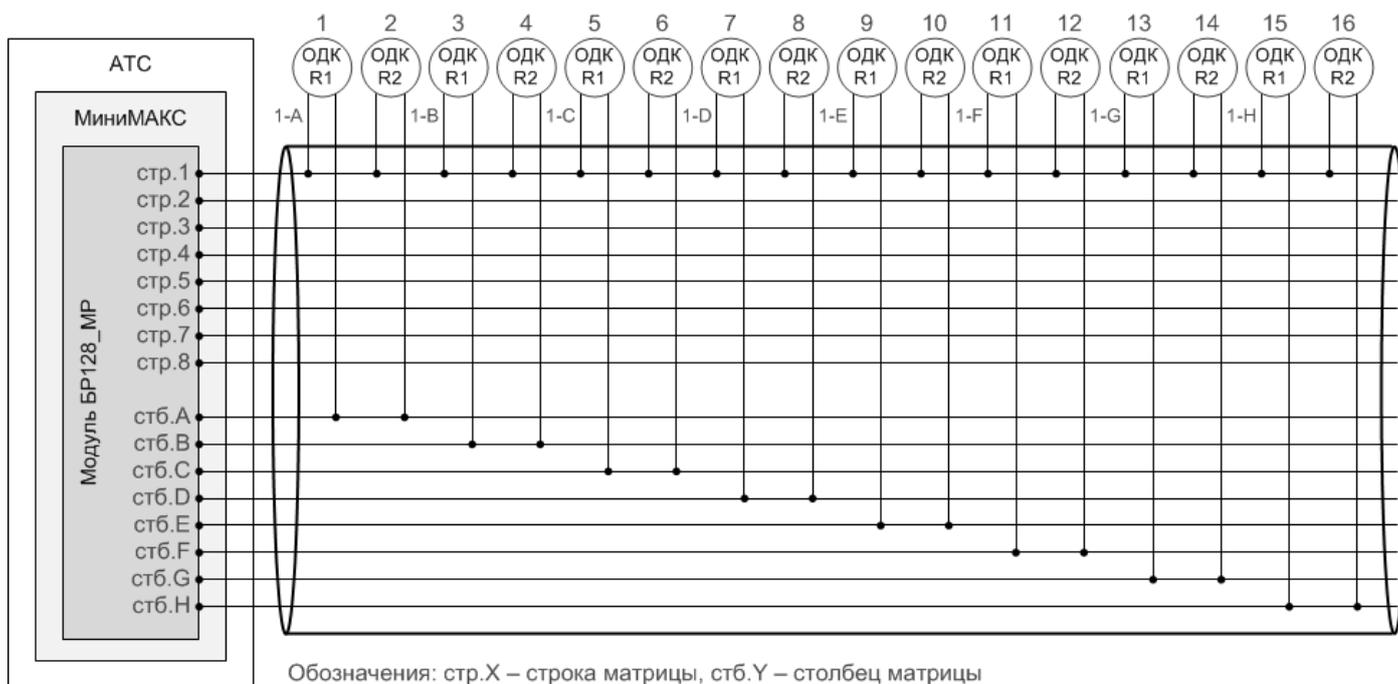

Рис.9.3. Пример схемы подключения 8-парного кабеля
9.8. На рис.9.3 показан пример схемы подключения 8-парного кабеля. Для наглядности показано подключение только 16 датчиков, т. е. только 1/8 от максимального количества для такого кабеля. По аналогии можно составить схему подключения максимального количества датчиков, для пояснения этого в табл.9.1 указаны номера датчиков, подключенных на пересечении соответствующих строк и столбцов матрицы.